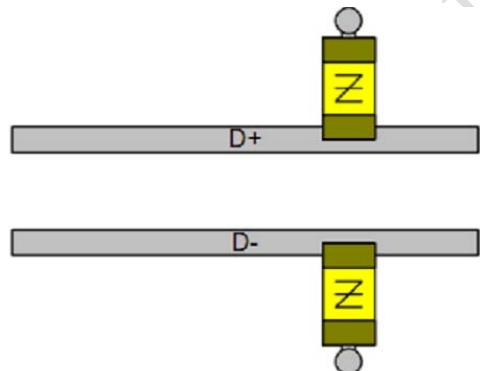
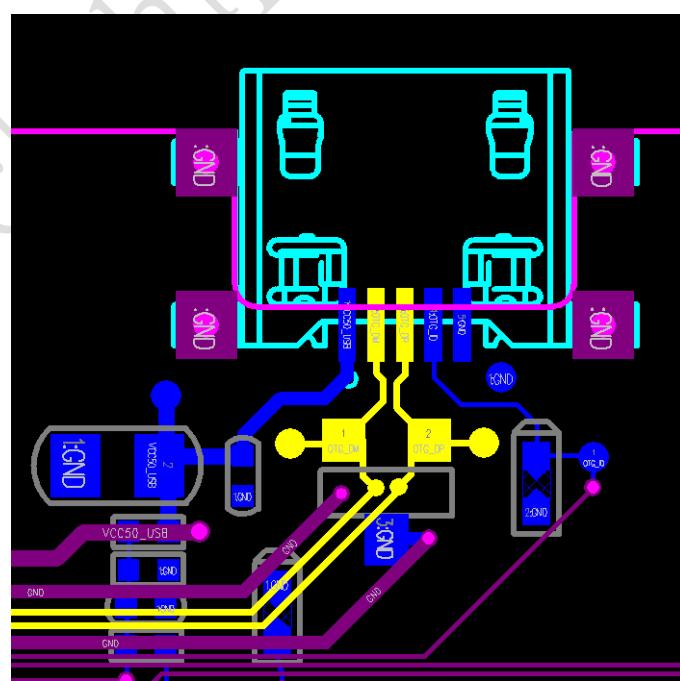

图11-5
图 11-6
- ESD保护器件、共模电感和大电容在布局时应尽可能的靠近USB接口，如图11-5、图11-6所示；